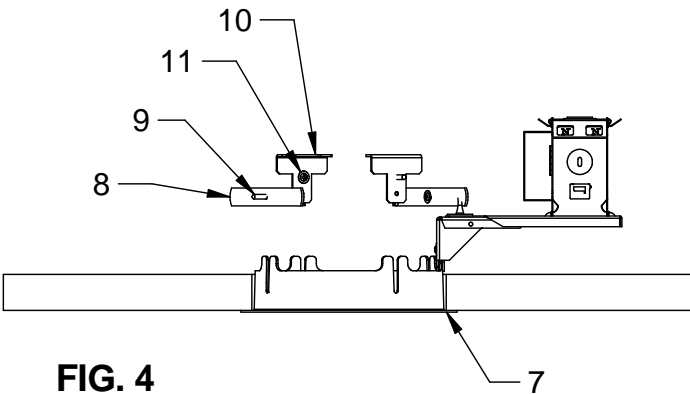

FIG. 4
- D. While pressing the bottom flange (7) tight against the bottom of the ceiling insert one support (8) into slot as shown. Press support (8) down against the top of the ceiling and tighten screw (9). Repeat this step for other support (8) on opposite side (SEE FIG. 4)
- E. Install bracket (10) into slot on housing. Hold bracket (10) down firmly against top of housing ring (7) and tighten screw (11) to secure bracket (10). Repeat this step for other bracket (10). (SEE FIG 4)
- D. Tout en appuyant fermement sur le rebord inférieur (7) contre le bas du plafond, insérer un support (8) dans la fente, tel qu'illustré. Appuyer vers le bas sur le support (8) contre le haut du plafond et serrer la vis (9). Répéter cette étape pour l'autre support (8) du côté opposé. (VOIR FIG. 4)
- E. Poser le support (10) dans la fente du boîtier. Tenir fermement le support (10) contre le dessus de l'anneau du boîtier (7) et serrer la vis (11) pour fixer le support (10). Répéter cette étape pour l'autre support (10). (VOIR FIG. 4)